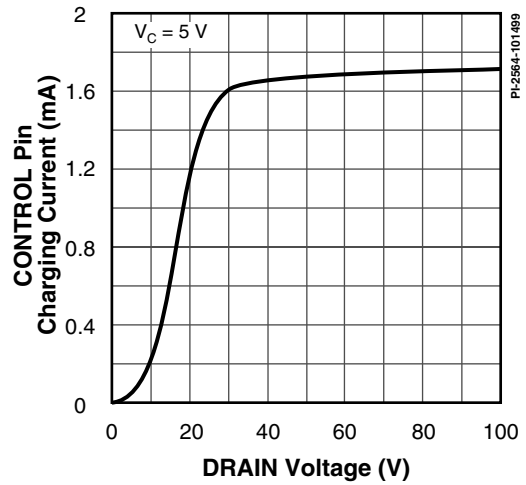

图 68. I_c 随漏极电压的变化
- E. *TOPSwitch-GX*在漏极电压比36 V低很多的情况下也可以启动和工作。但是, 控制脚的充电电流会减少, 这会影响启动时间、自动重新启动频率和自动重新启动占空比。请参阅图68的低压工作特性曲线中控制脚充电电流(I_C)与漏极电压之间的关系曲线。